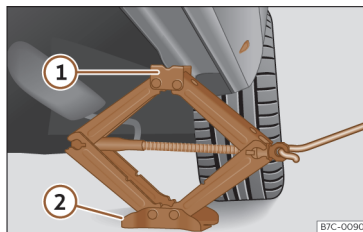

Fig. 202 Longarina: colocação do macaco do veículo.
- Rode a manivela do macaco, colocado por baixo do ponto de apoio da longarina, para levantá-lo até que o ressalto ① >>> **Fig. 202** se encontre por baixo do alojamento previsto.
- Alinhe o macaco de forma a que a patilha ① «encaixe» no alojamento previsto da longarina e que a placa base móvel ② fique apoiada no chão. A placa base ② deve ficar colocada na vertical relativamente ao ponto de apoio ①.